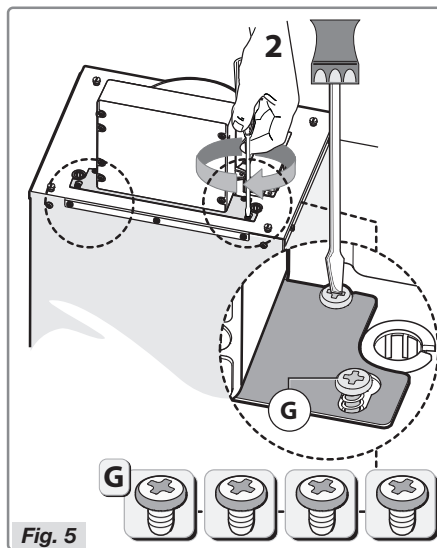

Fig. 5
- Fest braketten med de fire skruene **G**, som indikert i Fig. 5.